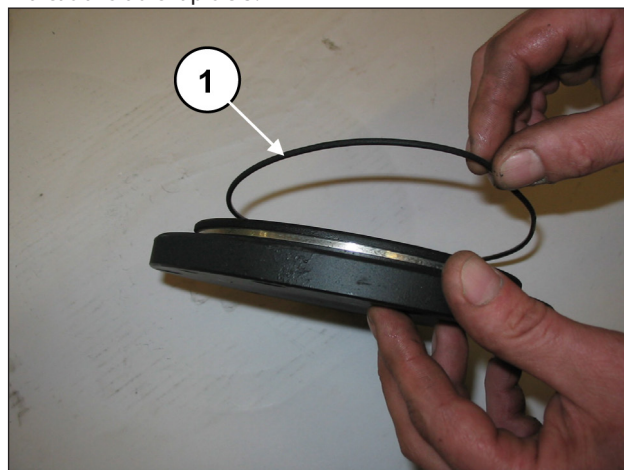
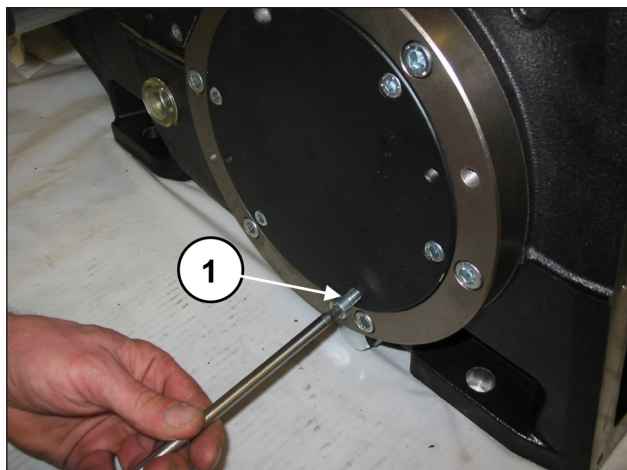

Fig. 89
Fig. 90
Retirer la cale anti-rotation sous le corps de la bielle centrale. Monter les deux couvercles des caches roulement (avec les joints toriques respectifs) (rep. ①, Fig. 89) à l'aide de 6+6 vis M8x20 (rep. ①, Fig. 90).